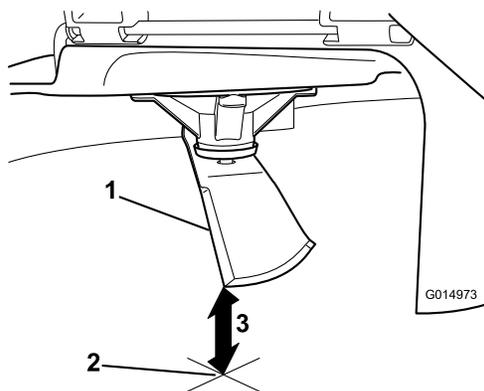

Рисунок 75
3. Измерьте расстояние от конца ножа до плоской поверхности (Рисунок 75).